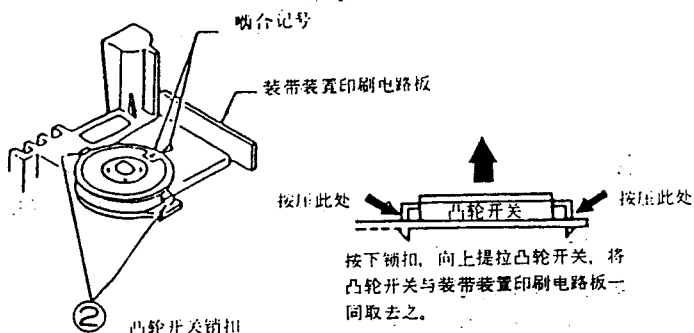

图1-69
1. 松焊连接于装带马达的引线①。
2. 解除凸轮开关卡扣于装带装置上的左右销扣②。拆下凸轮开关及装带装置印刷电路板。(见图1-69)